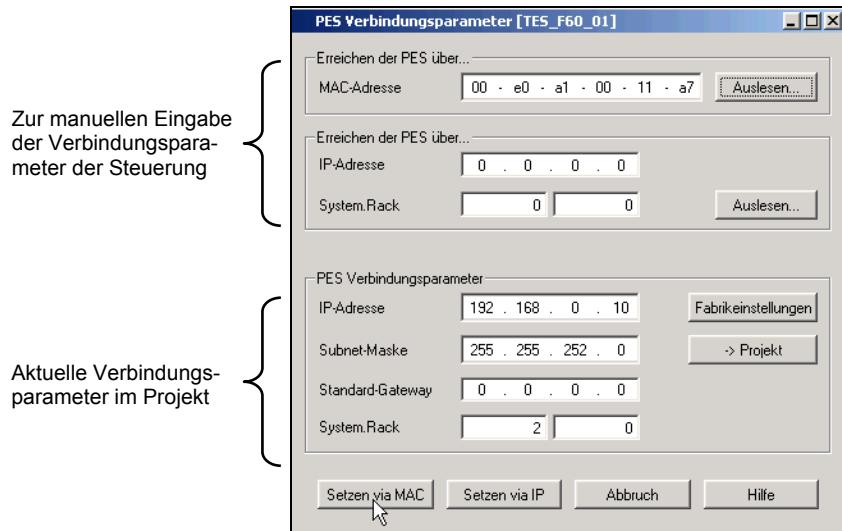

Abb. 123: IP-Adresse und System.Rack ID via MAC-Adresse setzen
- Zur Konfiguration der IP-Adresse und System.Rack ID fahren Sie wie in Kapitel 7.11.2, ab Abb. 123 beschrieben fort.